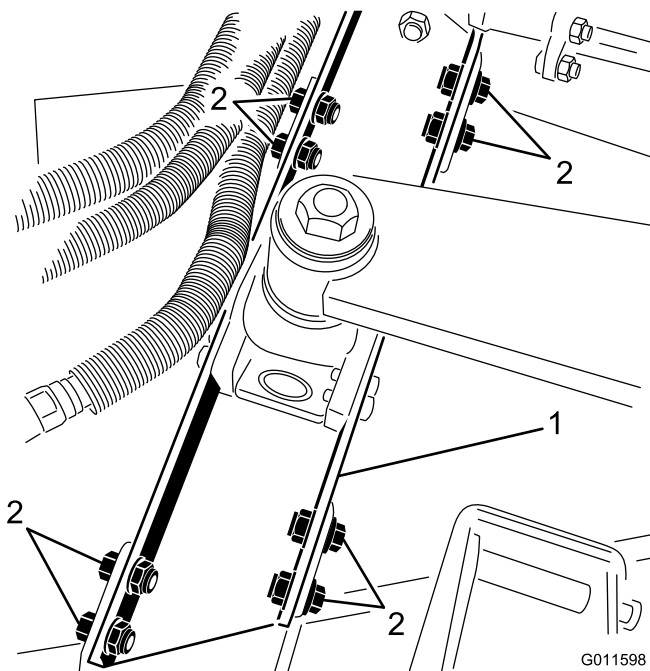

Figura 6
2. Retire os (8) parafusos, anilhas e porcas que prendem a montagem do braço de elevação aos suportes da plataforma do cortador (Figura 6).